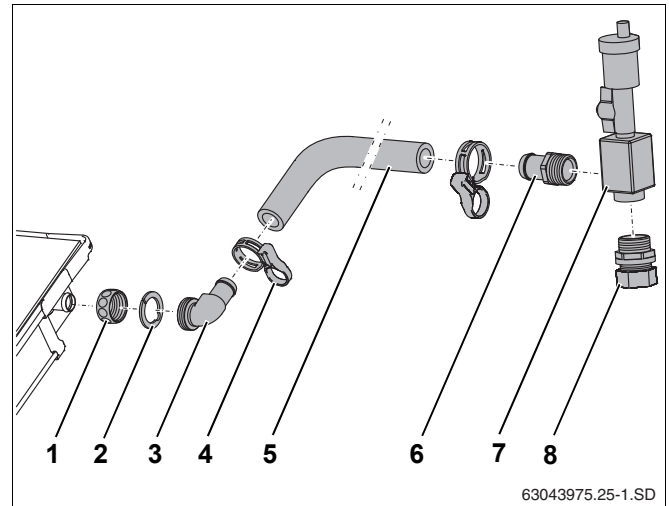

Рис. 38 Подключение шланга солнечного коллектора к штуцеры подающей линии
- ▶ Наденьте накидные гайки (рис. 38, **поз. 1**) на штуцеры коллектора.
- ▶ Уложите зажимную шайбу (рис. 38, **поз. 2**) за выступ штуцера коллектора и нажмите на неё.
- ▶ Выровняйте наконечник с кольцом (рис. 38, **поз. 3**) и затяните накидной гайкой.
- ▶ Наденьте длинный шланг (1000 мм, рис. 38, **поз. 5**) на угловой наконечник и закрепите пружинным хомутом (рис. 38, **поз. 4**).
- ▶ Приверните наконечник R $\frac{3}{4}$  с кольцом (рис. 38, **поз. 6**) и двойной ниппель с кольцом (рис. 38, **поз. 8**) к воздухоборнику (рис. 38, **поз. 7**).
- ▶ Вставьте наконечник шланга (рис. 38, **поз. 6**) до упора в шланг солнечного коллектора и закрепите пружинным хомутом.
- ▶ Подключите сборную линию к резьбовому соединению с зажимным кольцом (рис. 38, **поз. 8**).